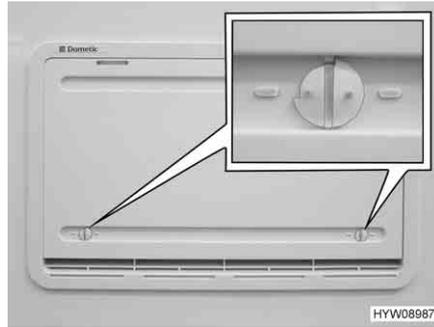

Bild 219 Winterabdeckung
Wenn der Kühlschrank bei niedrigen Außentemperaturen betrieben werden soll, empfiehlt der Hersteller die Verwendung einer Winterabdeckung (Bild 219) für die Kühlschrank-Lüftungsgitter.
- Beide Verriegelungen (Bild 219) öffnen (Nut steht waagrecht).